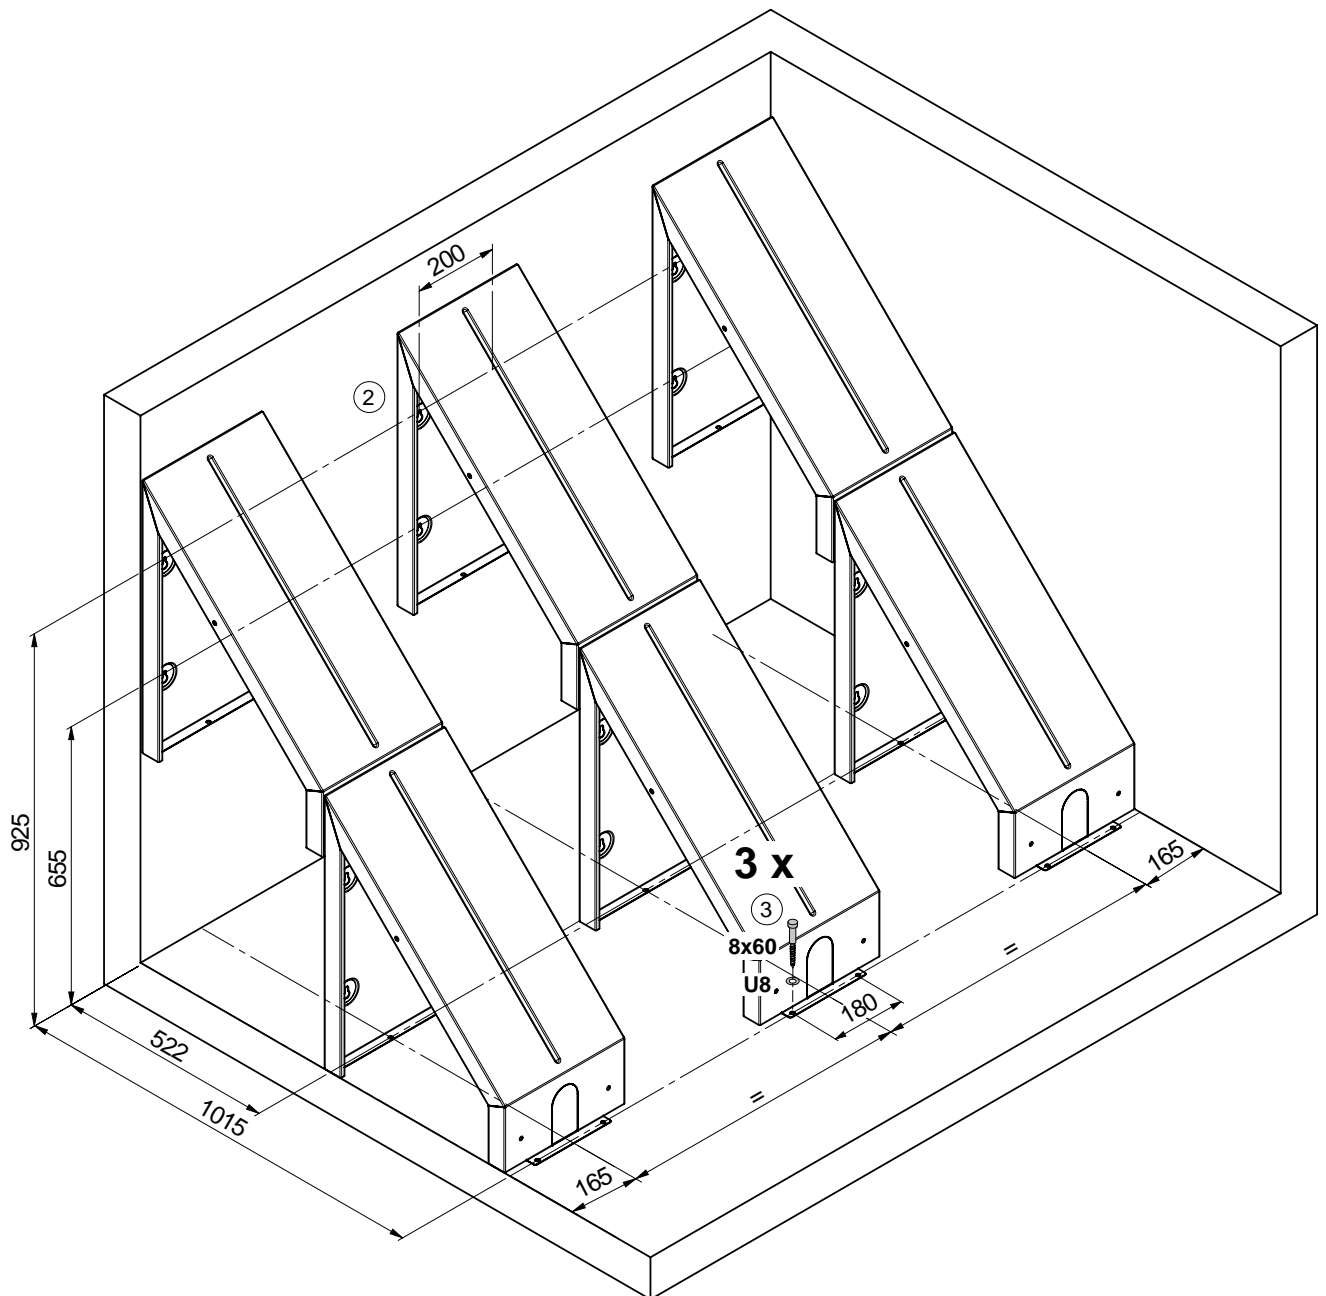

Fig. 10 Accrocher les montants et les visser
2. Accrocher les montants dans les vis et les visser au sol au moyen des vis de réglage 8 x 60 et des rondelle en U – Fig. 10.